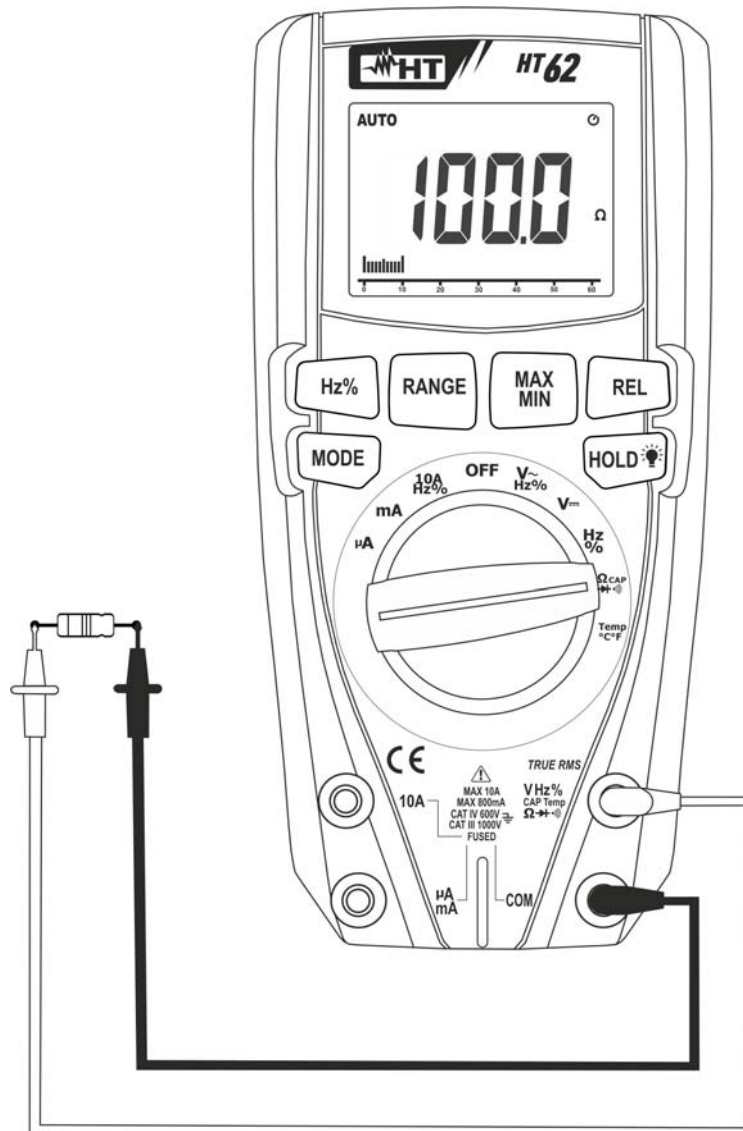

Abb. 5: Verwendung des Gerätes für Widerstandsmessung und Durchgangsprüfung
3. Verbinden Sie die Messleitungen mit den gewünschten Messpunkten des zu messenden Kreises (siehe Abb. 5). Der Widerstandswert erscheint auf dem Display.